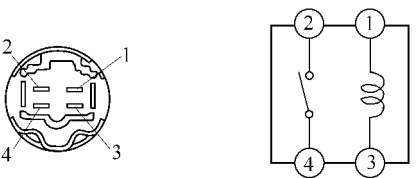

图 18-134 继电器的配线和接插件
(3) 检查继电器。继电器的配线和接插件如图 18-134 所示，其导通情况见表 18-33。